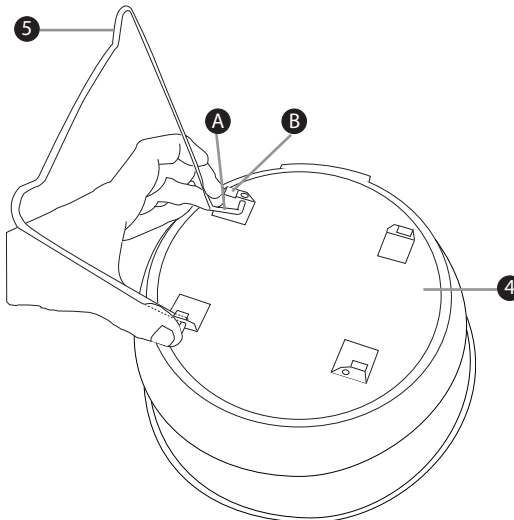

Abb. 1
- ◆ Um die Bügel der Standfüße **5** in die Löcher der Feuerschüssel **4** stecken zu können, pressen Sie diese im unteren Bereich etwas zusammen (siehe Abb. 1).